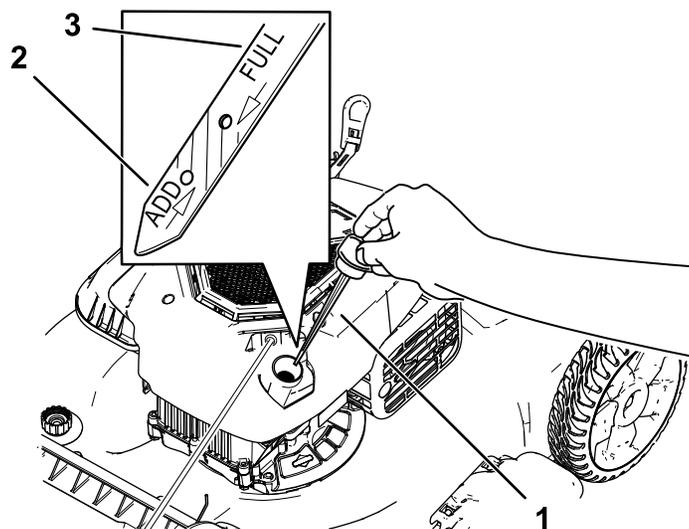

Bild 24
3. Entfernen Sie den Peilstab, indem Sie den Deckel nach links drehen und herausziehen (Bild 24).
10. Lesen Sie den Ölstand am Peilstab ab (Bild 24).